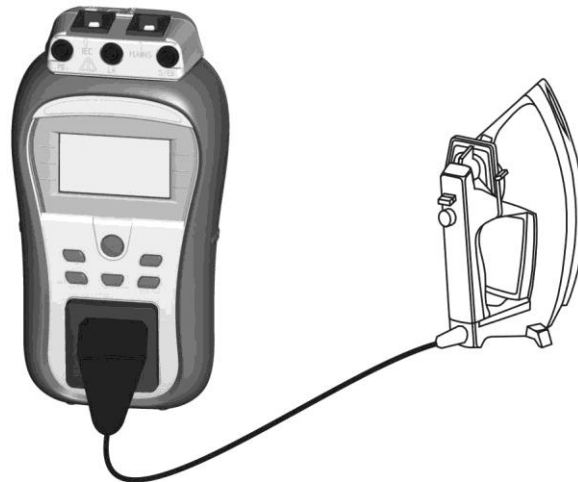
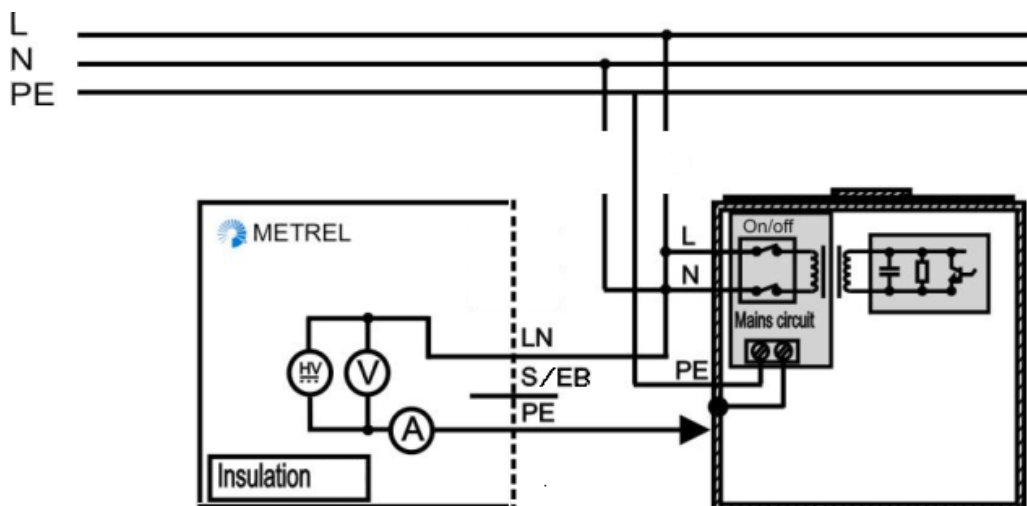

Abbildung 5.9: Messen des Isolationswiderstands
Abbildung 5.10: Messen des Isolationswiderstands von fest installierten Prüflingen der Klasse I
- ▶ Schließen Sie den Prüfling am Gerät an (siehe **Abbildung 5.9** und **Abbildung 5.10**).